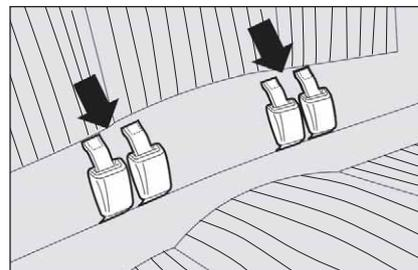

fig. 104
- ❑ agganciare le fibbie alle linguette (indicate dalle frecce) poste sullo schienale **fig. 104**;